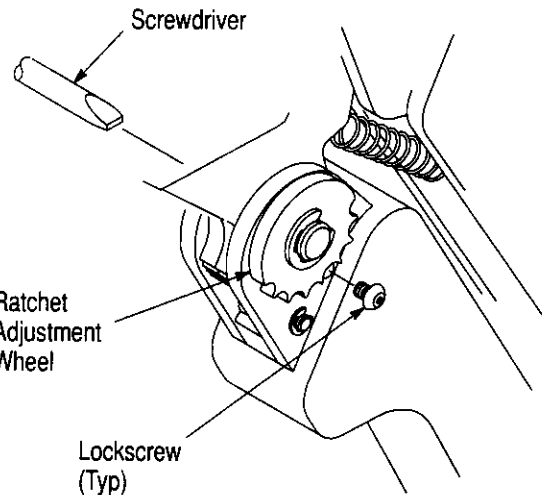

Figure 7
**6. CRIMP HEIGHT ADJUSTMENT (Figure 7)**